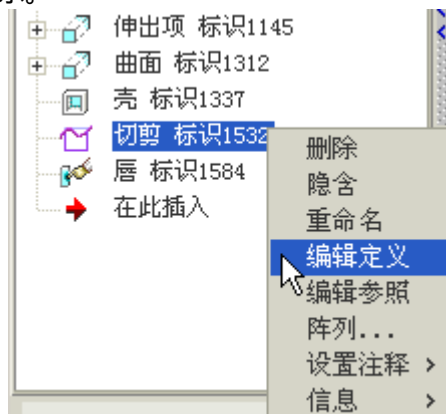

图 43-3
- (1) 在模型树中，右击实体化特征“切剪标识 1532”，单击右键菜单中的【编辑定义】选项，如图 43-3 所示。